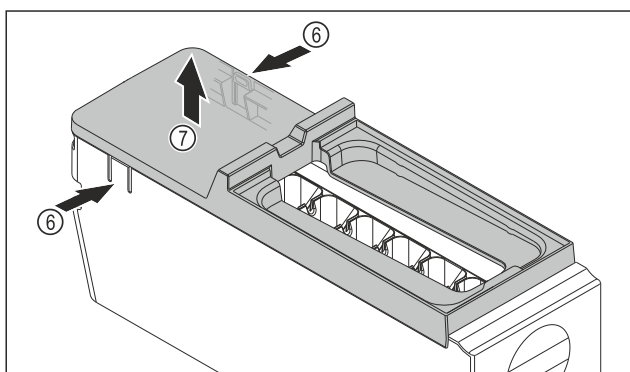

Fig. 145
- ▶ Udtagning af EasyTwist-Ice-legemets afdækning: Tryk på laskerne Fig. 145 (6) på begge sider af EasyTwist-Ice-legemet med den ene hånd.
- ▶ Tag afdækningen Fig. 145 (7) op og ud med den anden hånd.